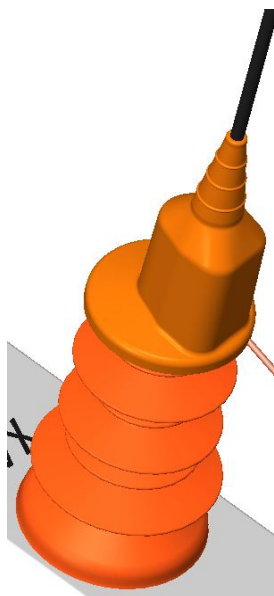
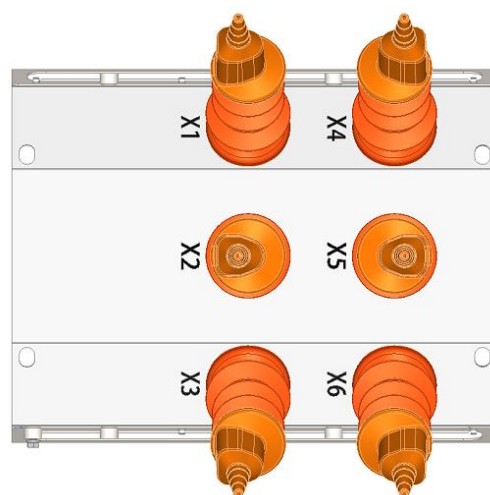

Рис.37 Место подключения провода к коммутационному модулю
Рис.38 Ориентация силиконовых колпачков на КМ
5. Установить колпачок на место соединения как показано на рис.37, при этом ориентация колпачков относительно друг друга должна быть как на рис.38.